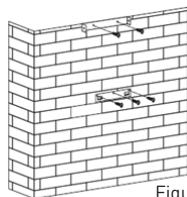

Figure 2
- Après avoir déterminé la hauteur d'installation, percez 5 trous de  $\varnothing 8$  mm à un endroit approprié pour accueillir le crochet et le support de cheminée intérieure et veillez à ce qu'ils soient alignés. La position du support de cheminée intérieure correspond à l'emplacement de la cheminée. Voir figure 2.
- Vissez et resserrez le crochet sur le mur à l'aide des 3 vis (4 mm x 40 mm) et des chevilles murales fournies. Utilisez ensuite 2 vis ST4 de 40 mm pour fixer le support de cheminée intérieure. Voir figure 2.